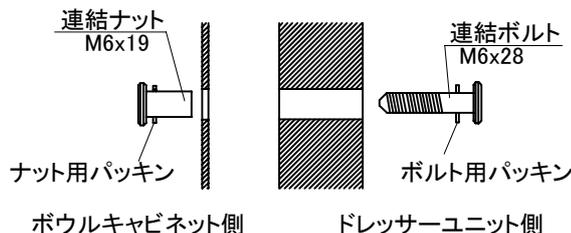

図8-5
- ②ドレッサーユニットとボウルキャビネットを連結ボルトとナットで連結してください。(図8-5)